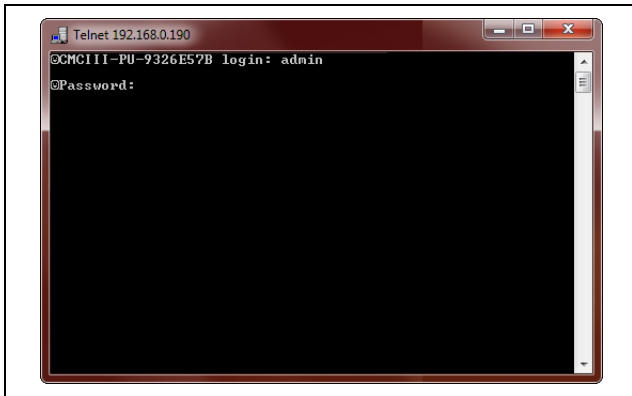

Abb. 12: Anmeldebildschirm
- Drücken Sie einmal die „Return“-Taste, um den Anmeldebildschirm anzuzeigen. Dieser entspricht dem Anmeldebildschirm bei einer Telnet-Verbindung (Abb. 12).